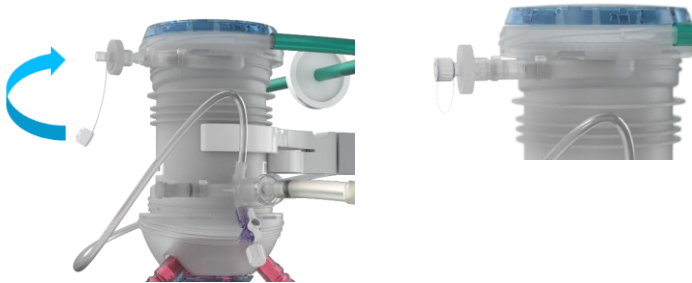

Abbildung 23 Setzen Sie die Kappe auf den Entlüftungsausgang
- Setzen Sie die weiße Kappe auf den Oxygenator (Abbildung 23).